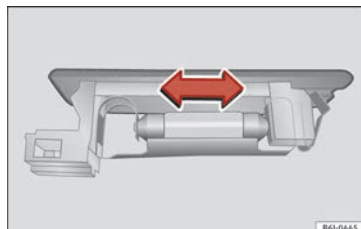

Fig. 206 Éclairage du coffre à bagages.
- Appuyez sur l'ampoule latéralement et retirez-la du logement » **fig. 206**.